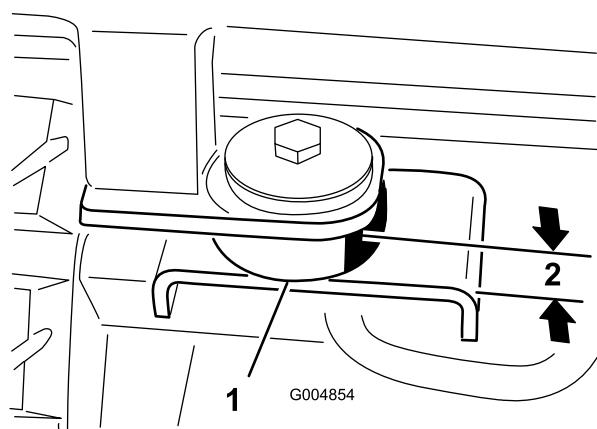

Figure 42
11. Sur les points de fixation arrière, fixez la machine avec un boulon (1/2 x 3 po.), une rondelle en acier (1/2 x 2–1/2 po.), une rondelle en caoutchouc (1/2 x 2–1/2 po.) et un écrou (1/2 po.) (Figure 42). Serrez les quatre boulons des supports de la cabine jusqu'à ce que les supports en caoutchouc soient comprimés à 2,2 cm (7/8 po.) d'épaisseur.